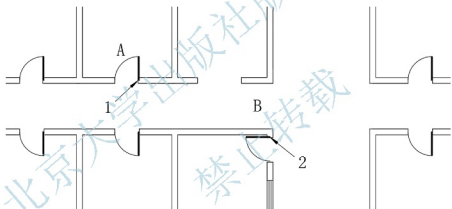

图 2.95 旋转 B 门
- ② 在**选择对象**:提示下,选择 B 门,此时该门变虚,按 Enter 键进入下一步命令。
- ③ 在**指定基点**:提示下,选择 2 点作为 B 门旋转的基点。
- ④ 在**指定旋转角度,或 [复制(C)/参照(R)]<0>**:提示下,输入“90”,按 Enter 键结束命令,结果如图 2.95 所示。